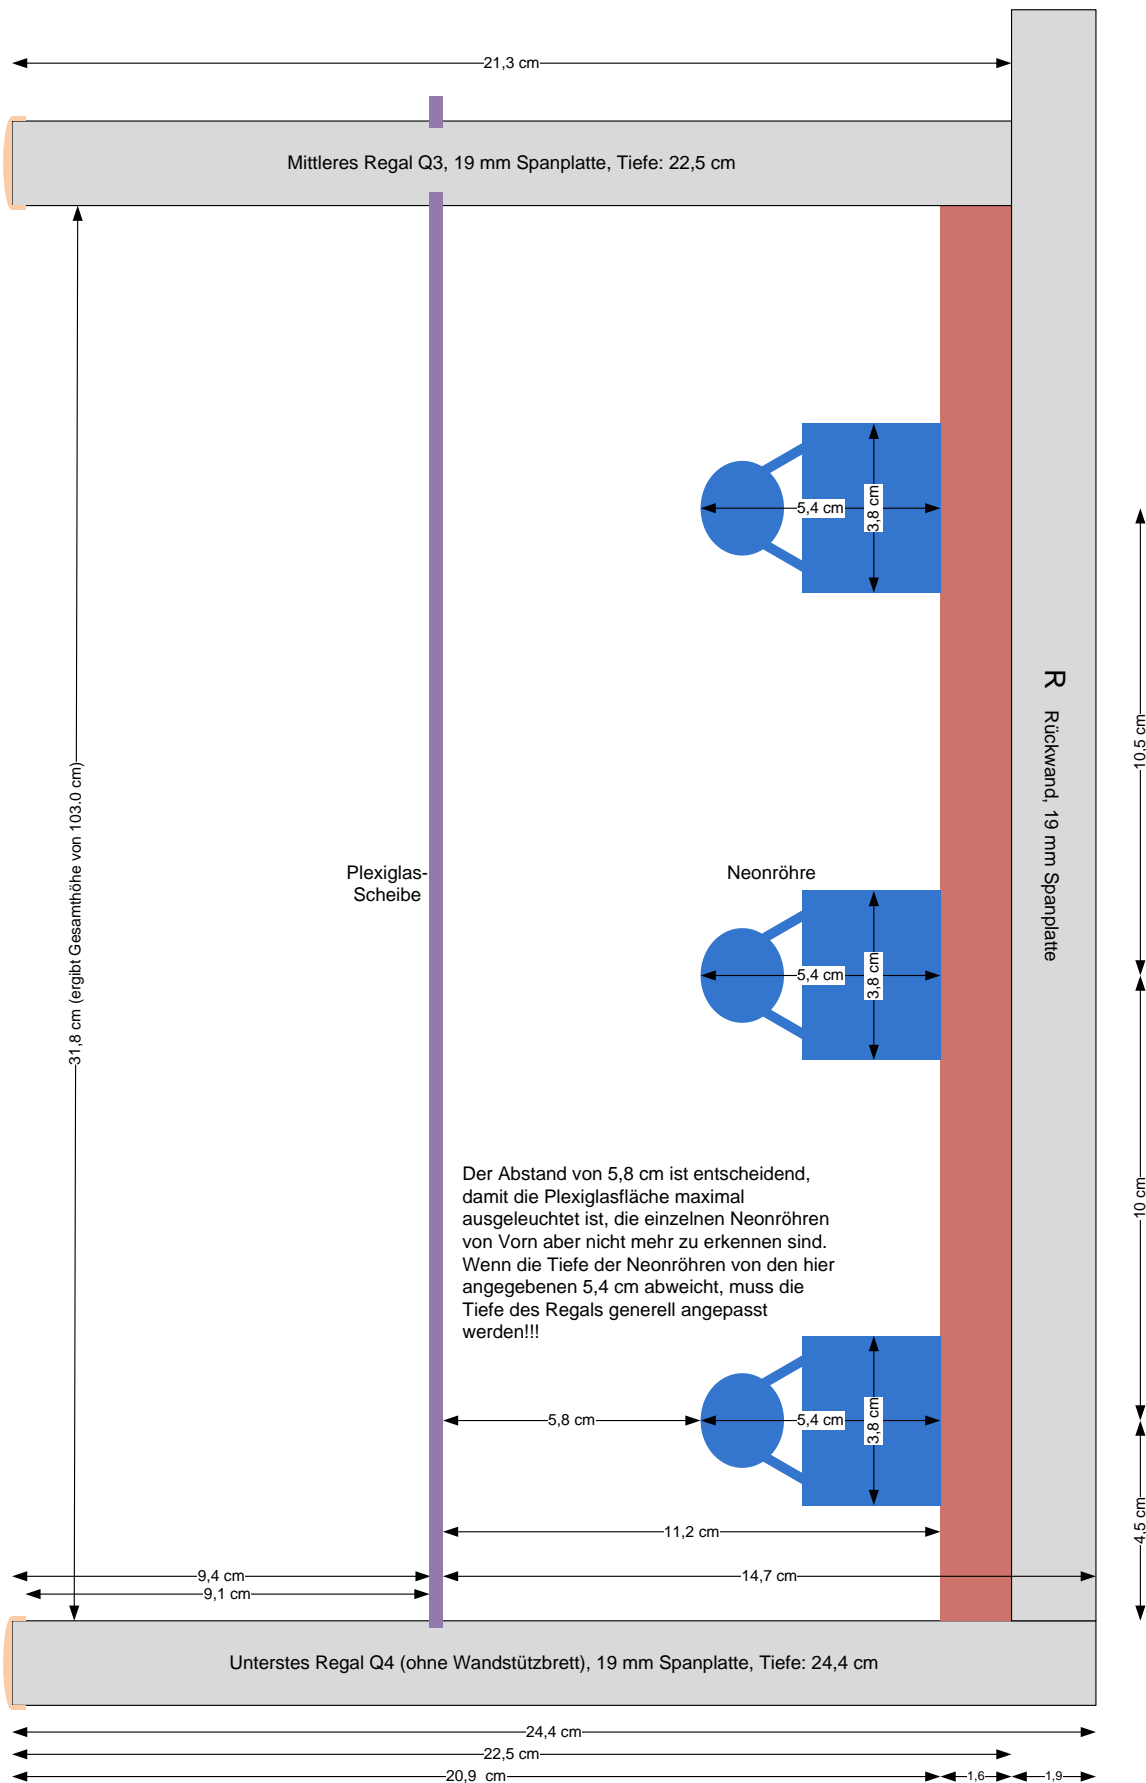

Abbildung 6, seitlicher Blick auf Regalbretter, Neon-Leuchten und Plexiglasscheiben
- Die Tiefe des Regals ist von der Tiefe der Leuchtstofflampen abhängig. Je nach Tiefe der Leuchtstofflampen müssen die Pläne entsprechend angepasst werden (siehe Abbildung 6). Relevantes Maß ist der Abstand von 5,8 cm zwischen Röhre und Plexiglasscheibe